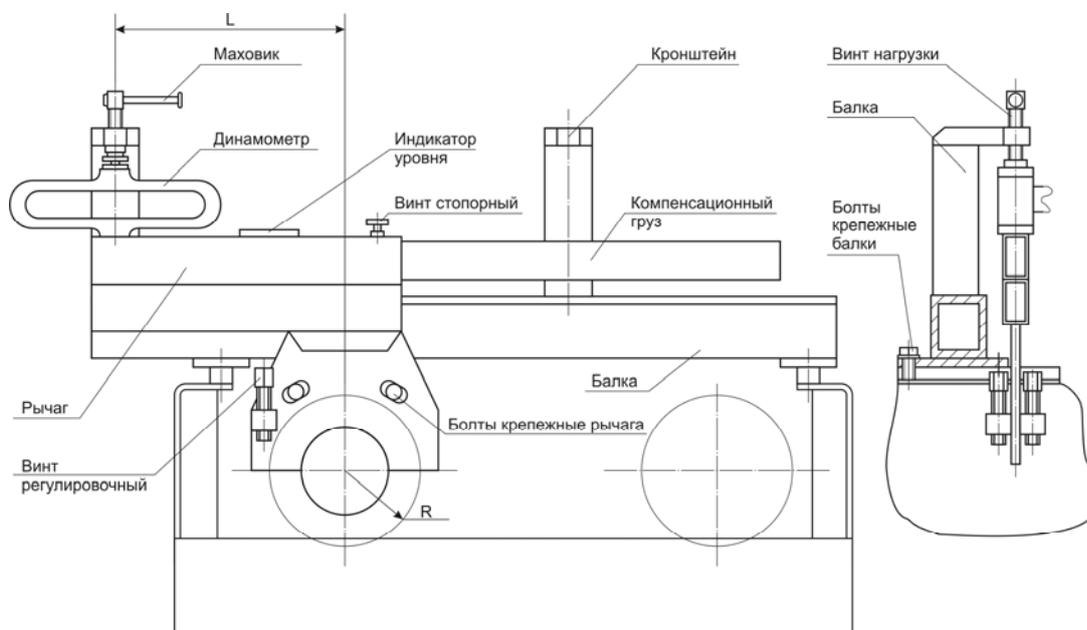

Рис.5. Устройство для поверки датчиков тормозной силы тормозного стенда СТМ 8000
б) снять верхнюю крышку роликовой установки (рис.5);
- а) снять верхнюю крышку роликовой установки (рис.5);